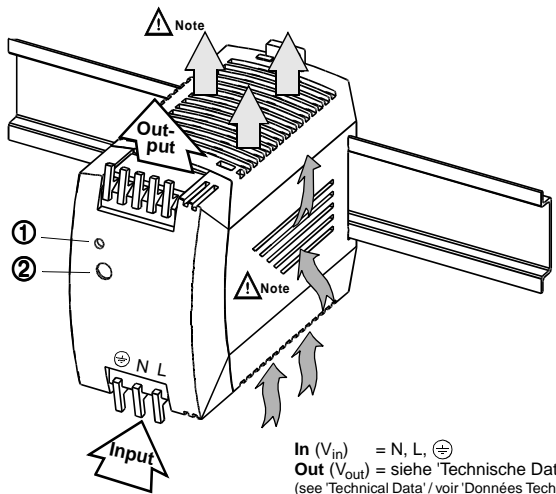

Fig. 1
Sicherheitshinweise (Fig. 1) (D)
Konvektionskühlung	Lüftungsschlitze nicht verdecken! Fig. 1  Note Um das Gerät herum genügend Freiraum zur Kühlung lassen! Siehe Beiblatt „Technische Daten“.
Frontelemente (Fig. 1)
Safety notes (Fig. 1)
Convection Cooling	Do not cover any ventilation holes! Leave sufficient space around the unit for cooling! See supplementary sheet „Technical Data“. Fig. 1  Note
Front elements (Fig. 1)
Indications de sécurité (Fig. 1) F
Refroidissement par convection	Ne pas couvrir les ouvertures d'aération! Fig. 1  Note Prévoir assez d'espace libre autour du module pour la refroidissement : voir la feuille annexe „Données Techniques“.
Élément de la face avant (Fig. 1)